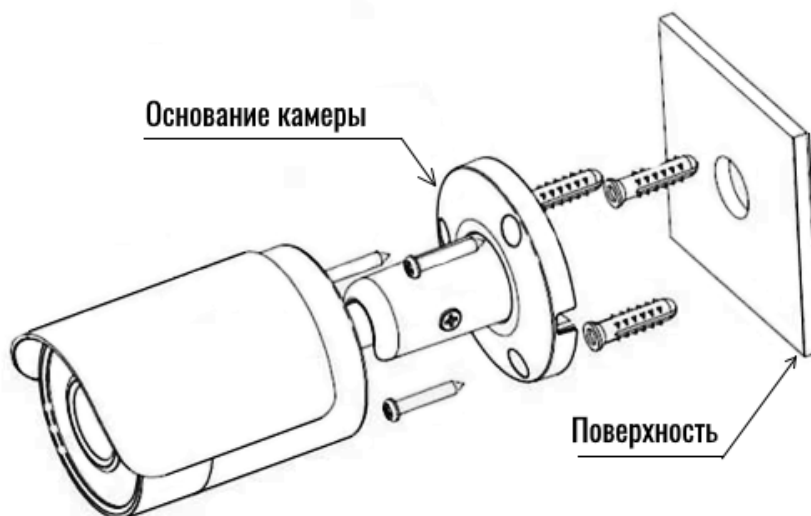

Рисунок 2 Схематичное изображение монтажа цилиндрической АHD видеокамеры.
3.5 Прикрепите видеокамеру к установочной поверхности (рис.2). При необходимости поверните корпус видеокамеры на желаемый угол, используя шестигранные ключи или крестовую отвертку (зависит от модели камер).